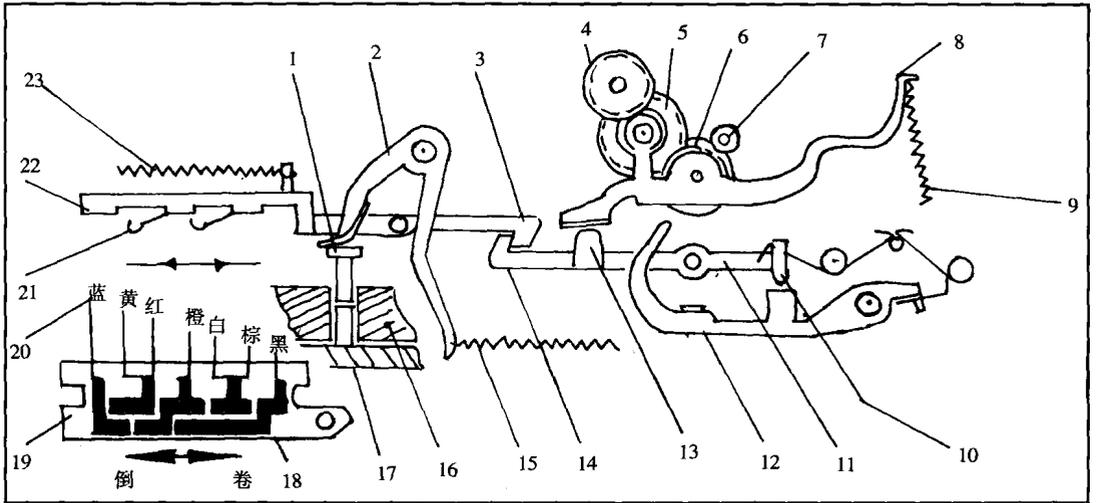

图 1-6 理光 XF-30 自动倒片、中途退片机构结构原理图
6. 自动倒片、中途退片机构（图 1-6）
自动倒片和中途退片机构，设在相机的底部，主要控制电机的卷片和倒片电路的转换。其结构原理和自动倒片及中途退片动作程序，见图 1-6。